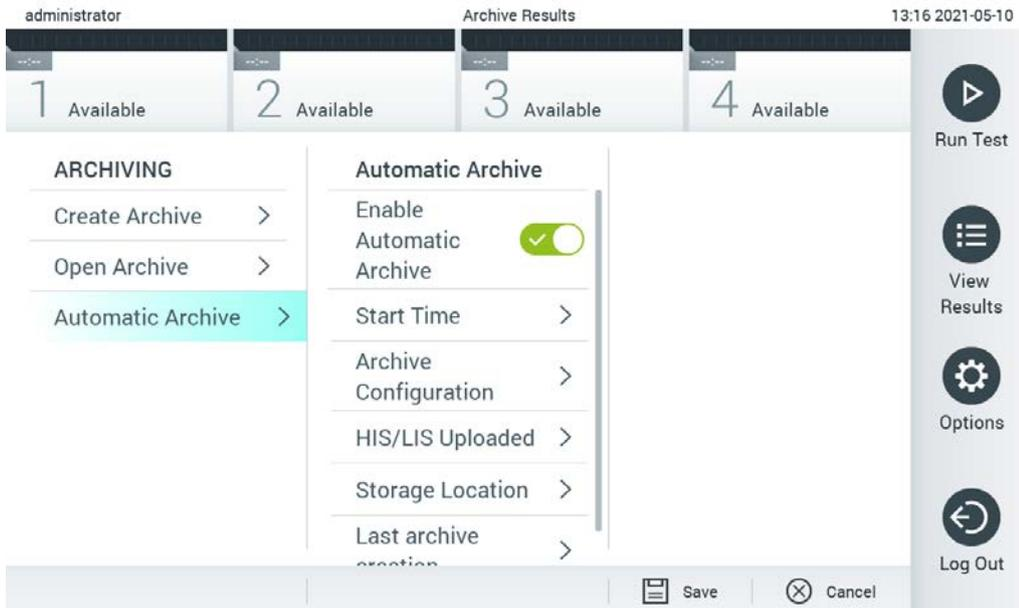

Figura 57. Opciones de archivo automático.
2. Pulse **Automatic Archive** (Archivo automático) y habilite la función (figura 57, página siguiente).